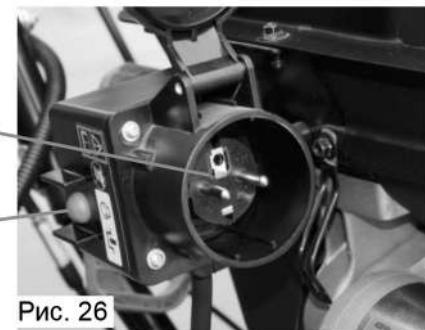

Рис. 26
1. Подключите удлинитель от розетки 220 В к разъему 220В машины (Рис. 26, поз. 1);
2. Нажмите на кнопку стартера и удерживайте пока двигатель не запуститься, но не более 5 секунд (Рис. 26, поз. 2).